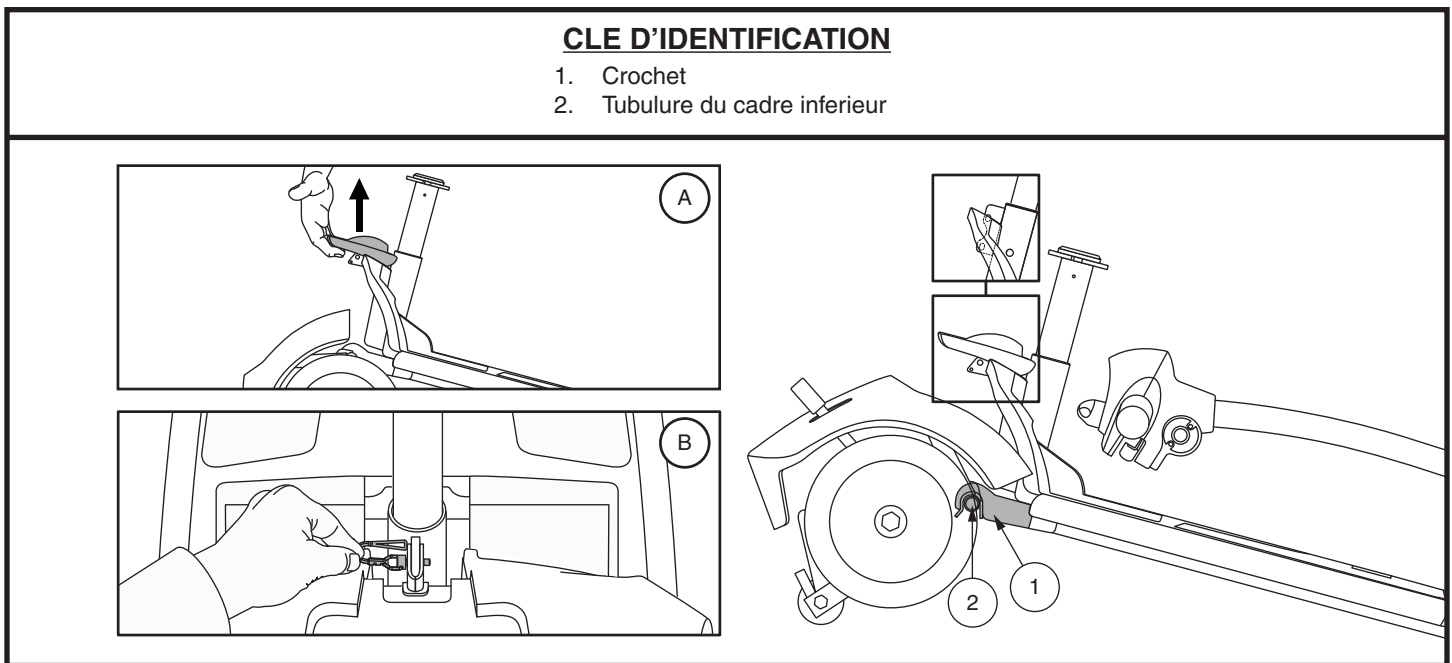

Figure 26. Levier de blocage du cadre (Style A) et Libérez la goupille de verrouillage de blocage du châssis (Style B)
4. Séparez doucement les sections du Travel Scooter. **Voir la figure 26.**
**NOTE:** Avant de débiter l'assemblage, basculez légèrement la section arrière du Travel Scooter vers ses rolettes antibascule tel que montré dans la figure 26.
1. Soulevez la section avant par le levier de blocage (ou le mât du siège sur les modèles 36, 336, 83, et 84) et alignez les crochets avec la tubulure de la section arrière. **Voir la figure 26.**
2. Une fois que les crochets du châssis sont sur le tube inférieur du châssis, abaissez la section inférieure avant et faites pivoter la section arrière simultanément. Ceci engagera le verrouillage du châssis automatiquement pour les modèles 39, 40LX, 40X, 44X, 40E, 44E, 44LX, 49, 50LX, 54LX, 53, 53HD, 54, 54HD, 73, et 74. Pour les modèles 36, 83, et 84, vous aurez besoin de réinstaller la goupille de verrouillage du châssis pour terminer l'assemblage du corps. **Voir la figure 26.**